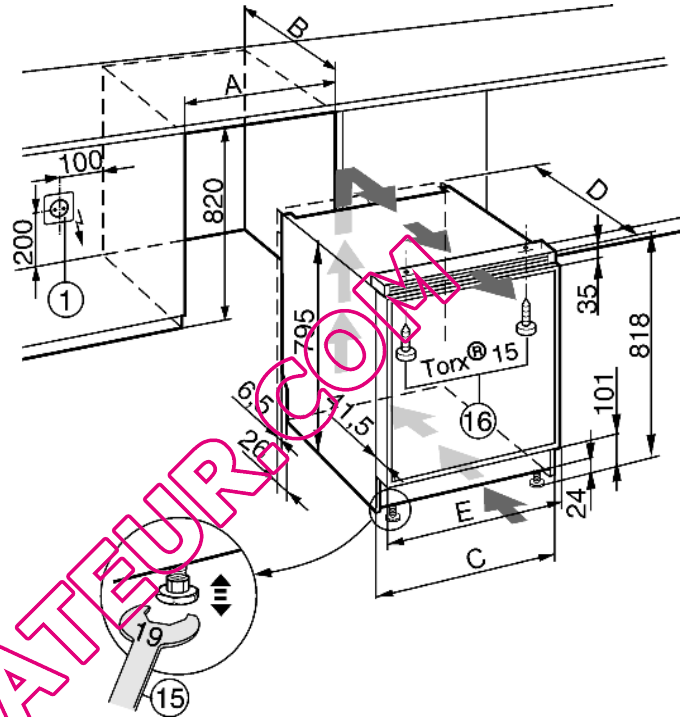

Fig. 12
- La prise de courant Fig. 12 (1) doit être placée à côté de l'appareil et être facilement accessible.
- Aligner l'appareil en réglant les pieds réglables avec la clé à fourche Fig. 12 (15) fournie.
- Fixer l'appareil au-dessus du plan de travail ou de l'élément de cuisine en utilisant les vis Fig. 12 (16) fournies.